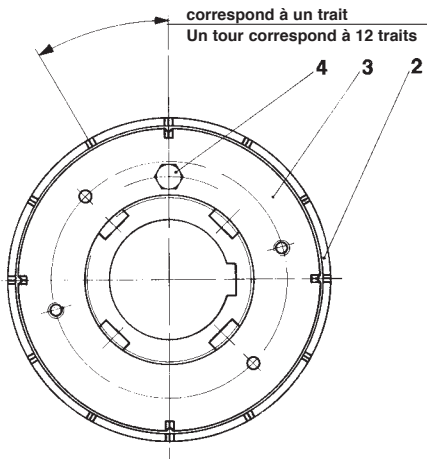

Fig. 14 Taille 0 – 5
Sur la face arrière du flasque de pression (2) des limiteurs de couple taille 1 – 5, sont gravés 12 traits (24 traits sur taille 0) et 4 repères sur l'écrou de réglage (3), fig. 14.